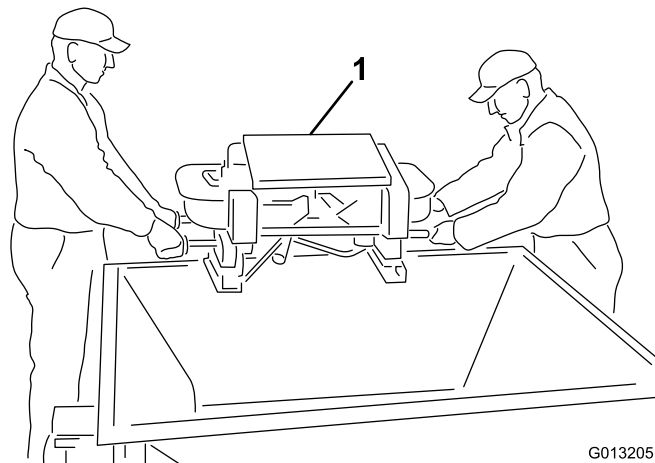

Figura 5
4. Sollevare lo spargitore doppio dalla tramoggia utilizzando le maniglie esterne dello spargitore doppio e posizionare l'unità spargitore doppio a terra (Figura 5).